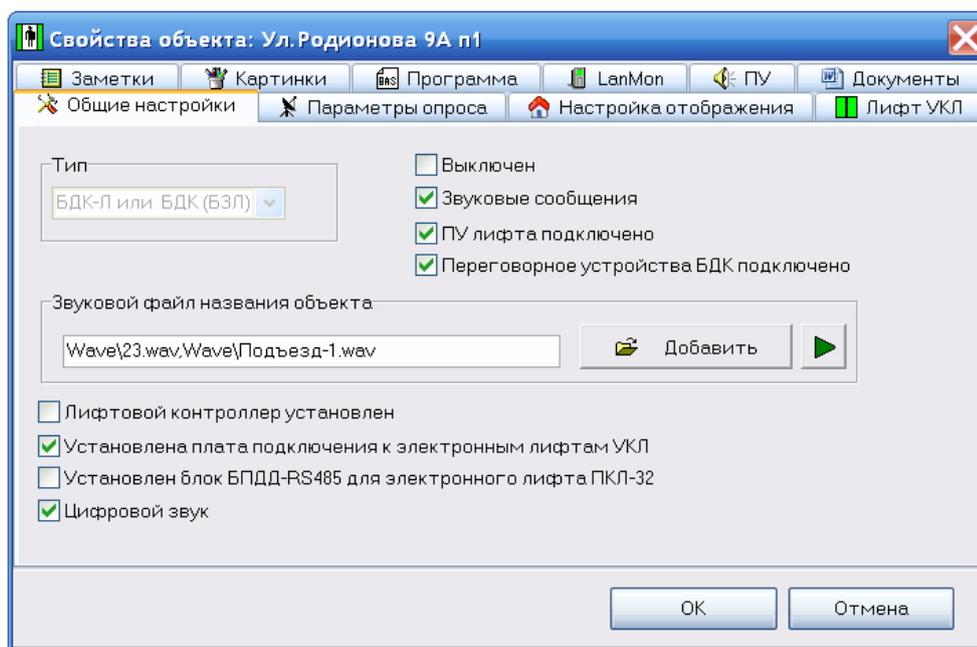

Рисунок 1 - Свойства объекта, вкладка «Общие настройки»
2. Перейдите на вкладку «Общие настройки» (см. рисунок 1)